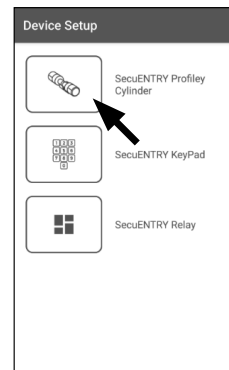

Abb. 48
- 4 Über das dargestellte Auswahlmü gehen Sie auf „secuENTRY Profily Cylinder“ (Abb. 48).